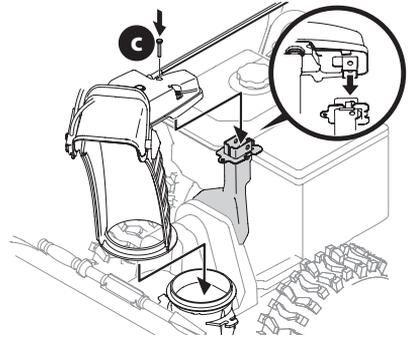

Figure 21
3. Placez la goulotte sur sa base en vous assurant que la tige de commande est placée sous le panneau de la poignée. Insérez le boulon (c) retiré à l'étape 1, mais ne le fixez pas avec l'écrou papillon. Voir Figure 21.